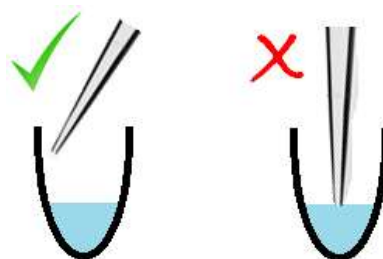

Abbildung 1
- Nach dem Mischen **10 µl** entnehmen und in die NTC-Kavität (Kavität 96, Position H12) pipettieren (siehe auch Abbildung 1 und 2).
- Jeweils **10 µl** der DNA/Plex Mix/Wasser-Lösung in die Kavitäten 1-95 der HISTO TYPE Rainbow Platte verteilen (bitte Abbildung 1 und 2 beachten). Die NTC-Kavität 96 (Position H12) darf nicht mit dem DNA-Mix befüllt werden, weil dies zu einer positiven Reaktion führt und damit zu einem invaliden Ergebnis führt!
Hinweis: Beim Pipettieren in die PCR-Kavitäten ist es wichtig, dass die Pipettenspitze nicht mit den getrockneten Mixen (blau eingefärbt) am Boden der Kavitäten in Kontakt kommt. Es sollte seitlich an die Gefäßwand pipettiert werden, damit sich die 10 µl durch die Gravitation mit dem getrockneten Mix mischen können (siehe Abbildung 1).